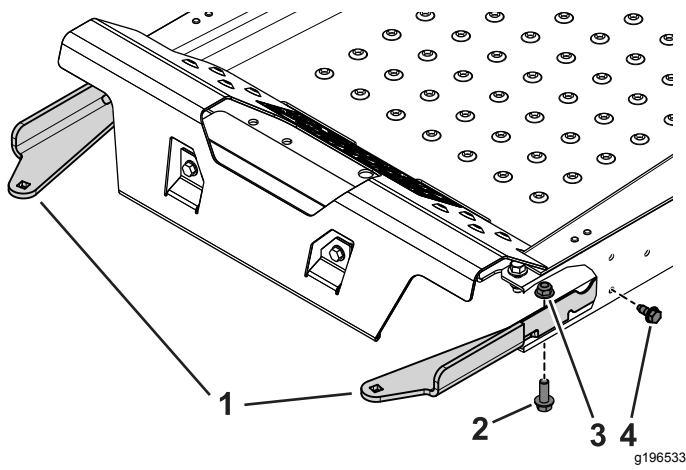

Bild 1
2. Befestigen Sie die linken und rechten Ballastfachbefestigung mit den zwei Blechschrauben (5/16" x 3/4"), zwei Schrauben (3/8" x 1 1/4") und Bundmuttern (3/8") an der Maschine (Bild 1).